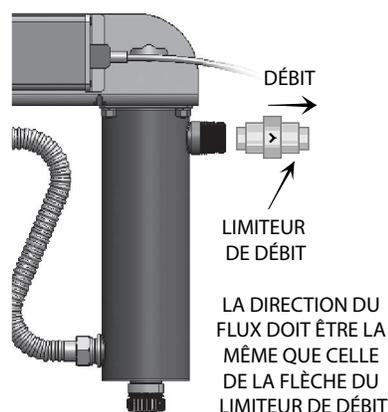

Figure 4 Limiteur de débit
3. Fixer le système au mur avec les tire-fonds appropriés (non fournis) via les deux trous de fixation situés sur le support métallique. L'utilisation d'un dispositif de limiteur de débit est recommandé lors de l'installation de votre système afin de maintenir le débit nominal du fabricant. Le limiteur de débit doit être installé sur l'orifice de sortie, il est conçu pour être installé dans une seule direction. Assurez-vous que l'écoulement de l'eau correspond à la direction de l'écoulement comme indiqué sur le limiteur de débit. Consultez la Figure 4.